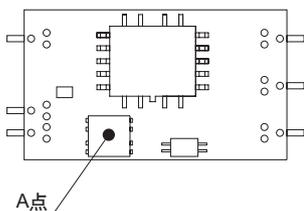

图8.15 强制风冷时的温度测量点
①SU10
■强制风冷时，应充分通风，确保图8.15中A点的温度不超过105°C。